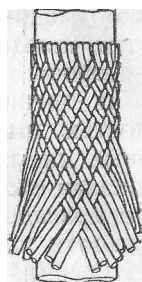

Рис. 87. Перекрестная оплетка.
*Перекрестная оплетка* (рис. 87). Выполняется из большего числа каболок вокруг более толстого сердечника. Плетение производят или простым перекрещиванием каболок, или перекрещиванием каболок попарно или даже большим числом (как лаглинь). Оплетку можно сделать из тесьмы: она будет очень красивой.